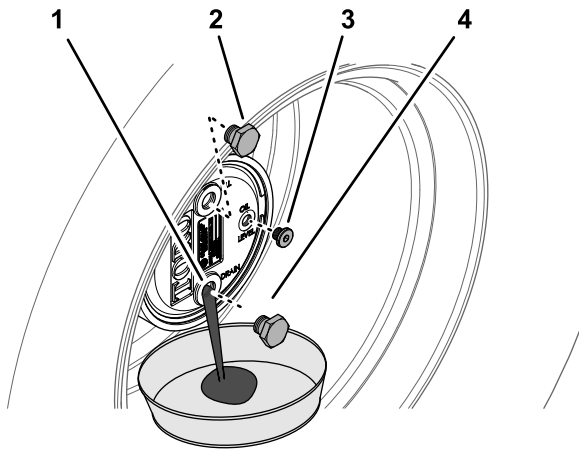

Figure 62
2. Retirez le bouchon de remplissage à la position 12 heures et le bouchon de contrôle à la position 3 heures (Figure 62).
3. Placez un bac de vidange sous le moyeu du train planétaire et enlevez le bouchon de vidange à la position 6 heures pour permettre la vidange complète de l'huile (Figure 62).
5. Remettez le bouchon de vidange dans l'orifice de vidange du carter de planétaire (Figure 62).